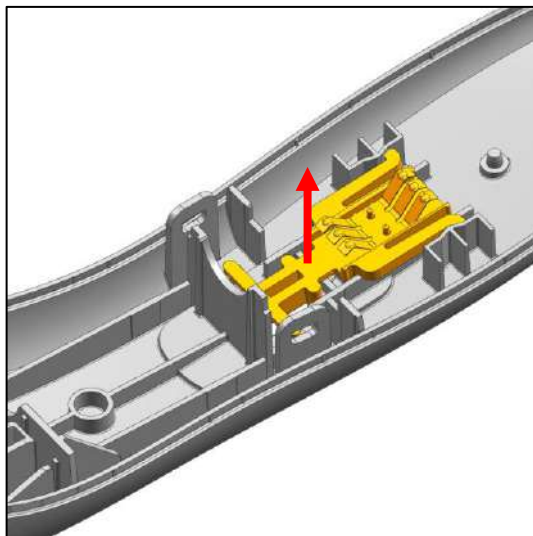

Abb. 12
- b) Entnehmen Sie anschließend den Schalterbügel mit aufgepresster Kontaktfeder (Abb. 12).